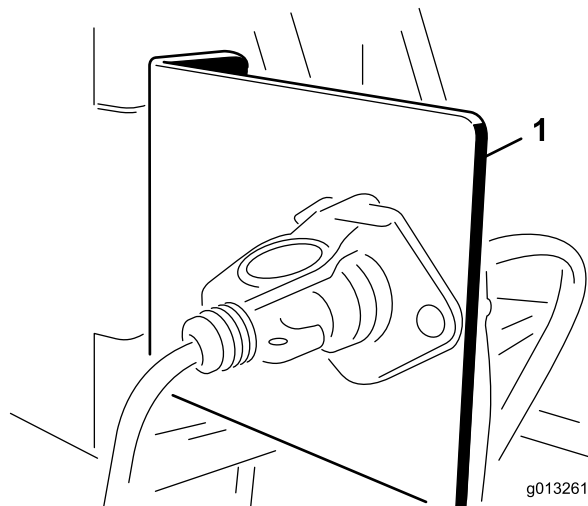

Рисунок 11
1. Установите кронштейн розетки в указанном месте в задней части буксирного автомобиля с помощью одного из монтажных кронштейнов, поставляемых в комплекте (Рисунок 11).